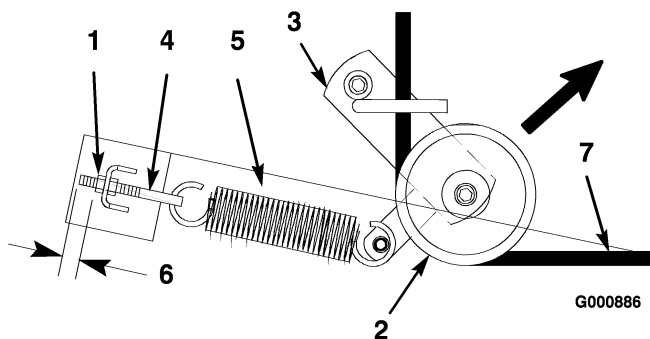
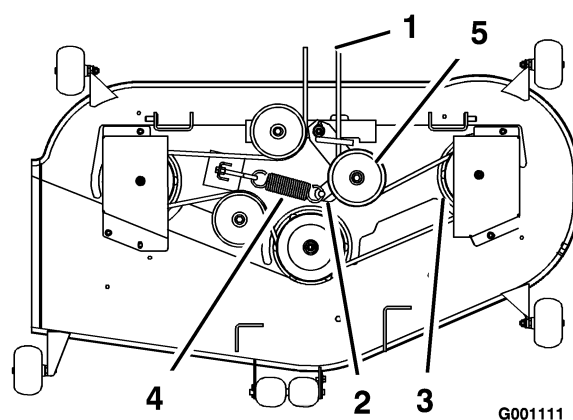

Figure 49
Figure 50
- Tirez la poulie de tension dans la direction indiquée à la Figure 49 et retirez la courroie des poulies.
- Faites passer la courroie neuve dans le bras de la poulie de tension et autour de celle-ci (Figure 49).
- Tirez la poulie de tension dans la direction indiquée à la Figure 49 et acheminez la courroie autour des autres poulies (Figure 50).
Remarque: Vérifiez que 3 mm (1/8 pouce) de filetage du boulon à œil est visible (Figure 49).